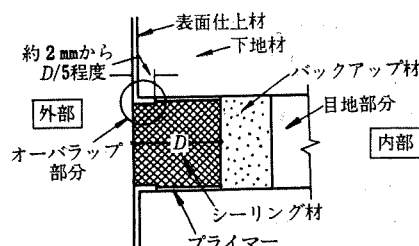

図 4.1
(5) 部材が下地と仕上材で構成されている場合は、図 4.1 のようにオーバーラップさせてシールすることが望ましい。